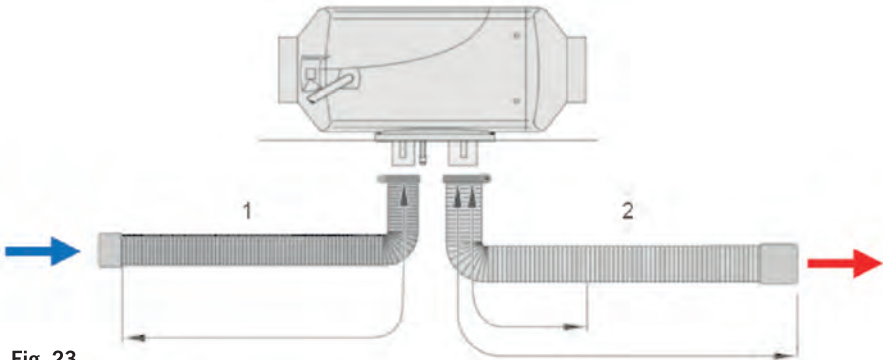

Fig. 23
Die Verbrennungsluftversorgung des Heizgerätes wird über ein Flexrohr aus Aluminium, Paper und Plastik Fig. 23 (1) [Länge: 0,5 m] durchgeführt.
Die Abfuhr des Abgases erfolgt über ein Abgasflexrohr Fig. 23 (2) aus V2A. [Länge: VanHeat 2.0-DH: 715 mm, VanHeat 4.0-DH: 1.000 mm.]